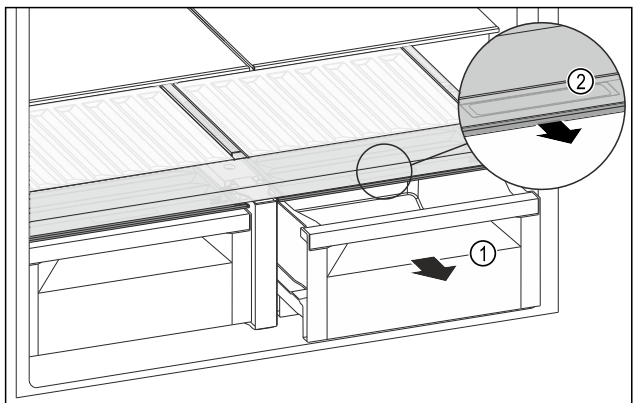

Fig. 132
- ▶ Izvlecite predal Fig. 132 (1).
- ▶ Primite prijemalno vdolbino Fig. 132 (2) na pokrovu predala in predal istočasno povlecite naprej.